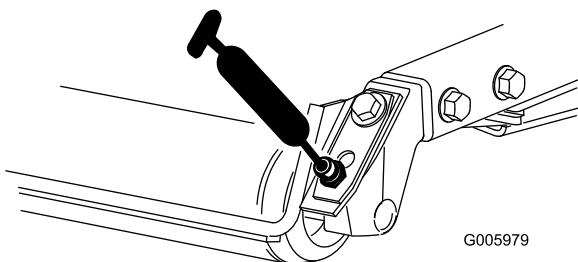
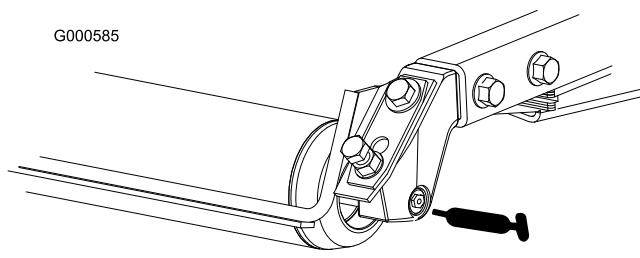

Figura 29
Figura 30
- Rolamentos do rolo traseiro (2 por cada unidade de corte)(Figura 29 ou Figura 30)
Nota: Em rolos equipados com bocais de lubrificação de embeber (Figura 30) é necessário um adaptador de bocal de pistola de pulverização. Encomende a peça nº 107-1998 da Toro ao seu distribuidor autorizado Toro.